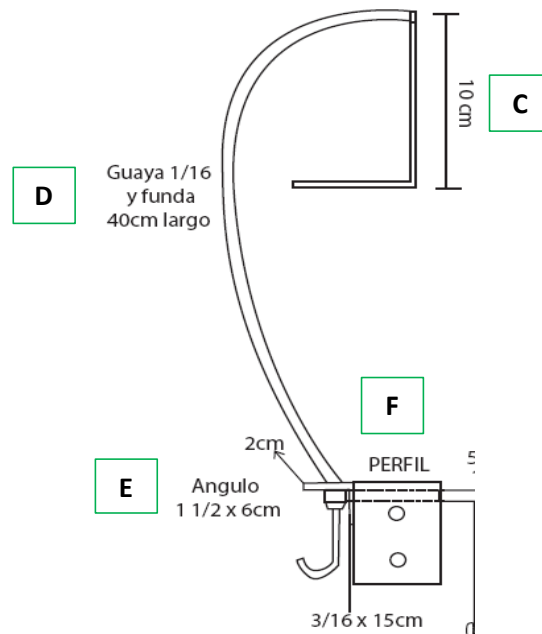

Figura 3: Conjunto de piezas guaya al perfil
A 7 cm de distancia de la válvula, se ubica una escuadra de 10cm (C) en la cual descansa la funda de la guaya la cual va hacia el pedal (D). El otro extremo de la guaya se soporta sobre un ángulo de 1,5 cm x 6cm de aluminio (E) ; el cual va asegurado a un perfil de 2cm de grosor, 4cm de ancho y 6 de largo (F), a 90°, con dos remaches de 3/16 (Figura 3).